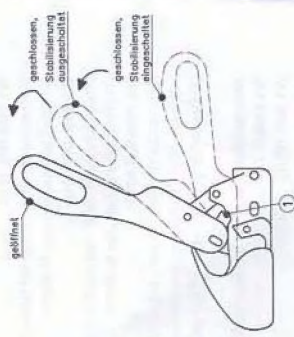

Bild 6: Stabilisierung ausschalten
die Stabilisierung ausschalten (Bild 6). Bedienungshebel zurückziehen und gleichzeitig weiter anheben (Bild 6), sodass die seitlichen Sicherungsglaschen (1) über die Sicherungsfalchen schwenken und der Bedienungshebel in die geöffnete Stellung gebracht werden kann. Mit Hilfe eines Dreiecksaufrades kann nun der Anhänger vom Zugfahrzeug abgekuppelt werden.
Den Bedienungshebel langsam nach oben ziehen, um die Stabilisierung auszuschalten. (Bild 6)